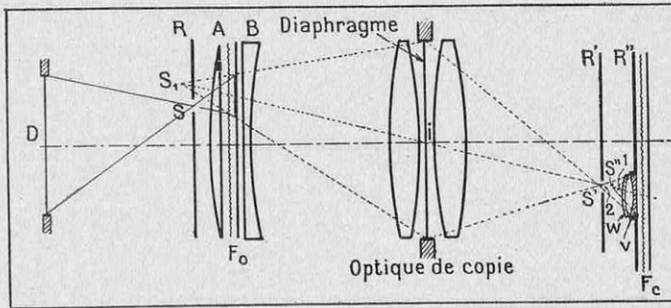

FIG. 11. — SCHÉMA D'ENSEMBLE DU DISPOSITIF DE COPIE DES FILMS GAUFRÉS IMAGINÉ PAR M. DE LASSUS
brillance (1) plus grande et une meilleure reproduction des couleurs, il faudrait donc pouvoir ouvrir les faisceaux élémentaires du film-copie jusqu'à $F/2$ (ouverture des objectifs de projection courants), alors que ceux des originaux sont enregistrés à $F/3$. Pour cela, l'inventeur opère comme suit : sa solution consiste, en quelque sorte, à « introduire un coin » dans les faisceaux lumineux au moment précis où ils vont frapper le film-copie, sans altérer la construction de l'image. Voici cette solution réalisée par la Compagnie française Thomson-Houston : plaçons (fig. 11) d'une part, entre la source et le film original F , et d'autre part, entre le système optique O et le film-copie F_c , deux rideaux R et R'